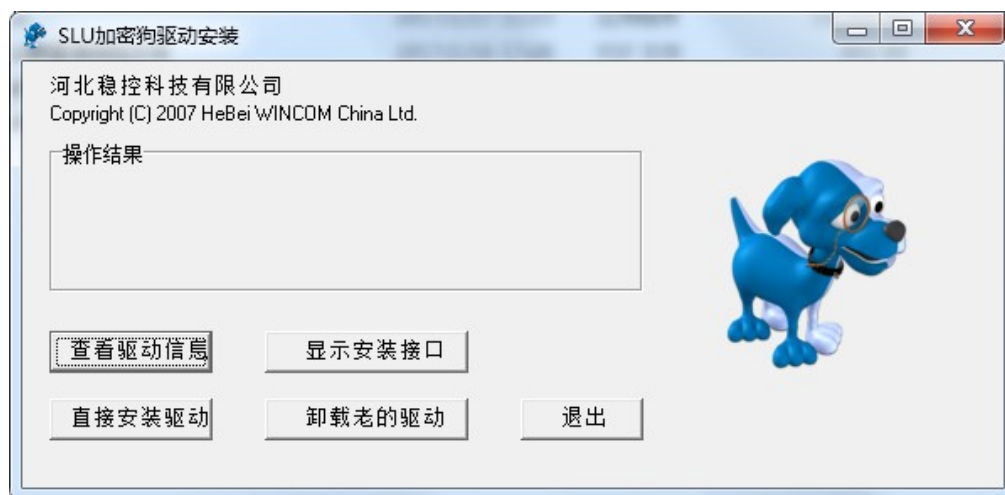

图 2.2 驱动安装
2、双击“SoftDog\_Driver\_4\_1\_0\_1”应用程序弹出“SLU 加密狗驱动安装”对话框，如图 2.2 所示。